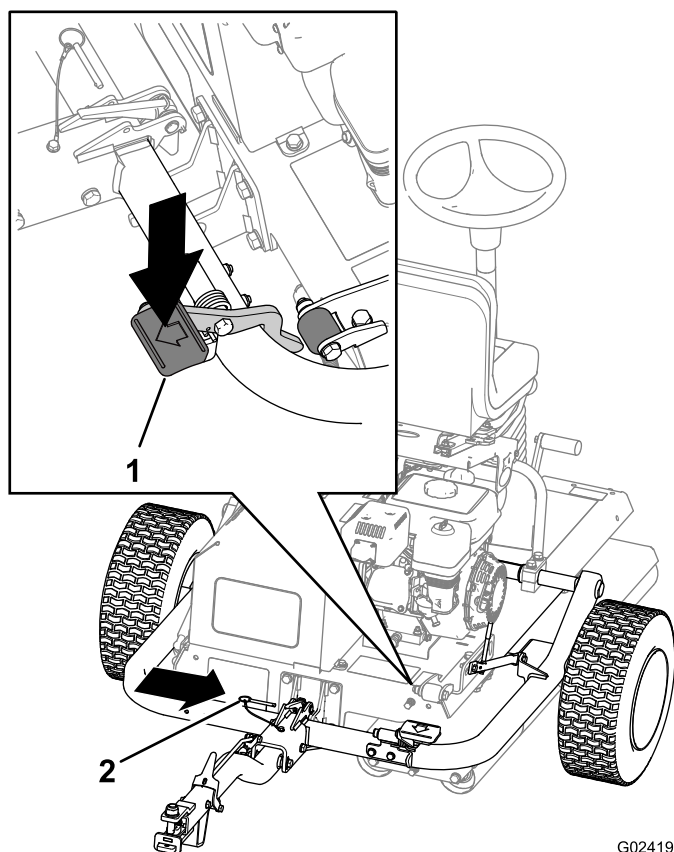

图26
- C. 踩到挂钩踏板上直到挂钩锁入就位 图26。
- D. 插入锁定销 图26。